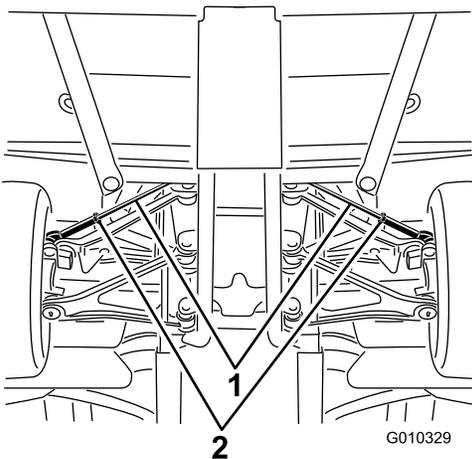

Рисунок 60
A. Ослабьте контргайку в середине тяги (Рисунок 60).